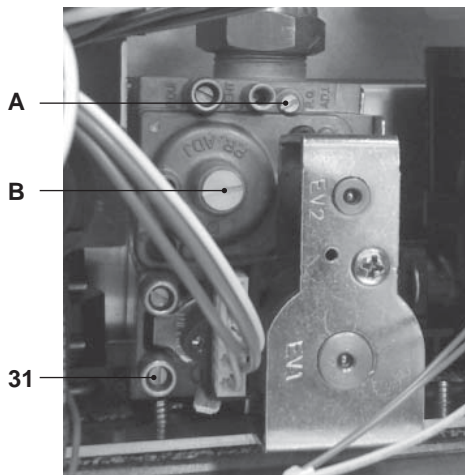

Figura 7.5
- A caldaia spenta (fuori servizio), controllare la pressione di alimentazione utilizzando la presa 31 in Figura 7.5 e confrontare il valore letto con quelli riportati nella tabella Pressioni di alimentazione gas nella sezione "Dati tecnici" pag. 27.
- Richiudere bene la presa di pressione 31 in Figura 7.5.
- Per tarare il **CO2** della caldaia (pressione del gas al bruciatore) svitare completamente il tappo in ottone di protezione Be agire sulla vite a brugola  $\varnothing$  4 mm sottostante Figura 7.5, girando in senso orario il **CO2** aumenta.
- Se i due dati non coincidono agire sulla vite regolazione massimo RQ (Ain Figura 7.5) della valvola gas e tarare il  $\text{CO}_2$  allo stesso valore riportato nella sezione "Dati tecnici" in tabella "Dati in sanitario" pag. 24 (modelli M160.1212 SV/..), pag. 27 (modelli M160.2525 SV/..) e pag. 30 (modelli M160.3030 SV/..). Girando in senso orario il  $\text{CO}_2$  diminuisce.